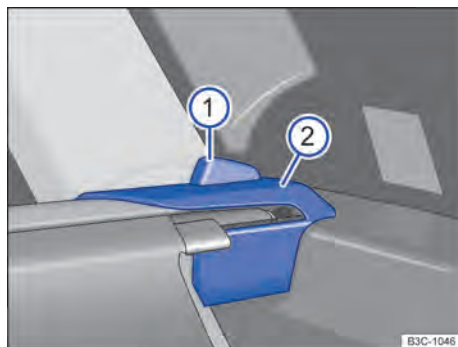

Fig. 113 No compartimento de bagagem: desinstalar cobertura do compartimento de bagagem.
- Pressionar o botão de destravamento $\Rightarrow$ Fig. 113 para baixo.